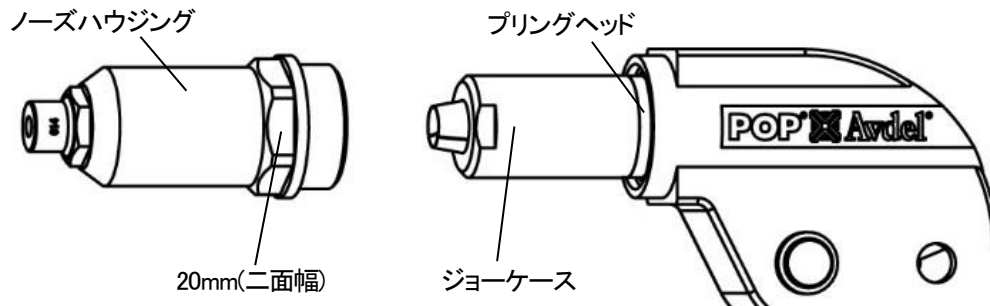

図 7-2
- ① ツールの動作を止めて下さい。(カプラを分離する、電池パックを取り外す等)
- ② スパナ(20mm)でノーズハウジングを左に回し取り外してください。(図 7-2)